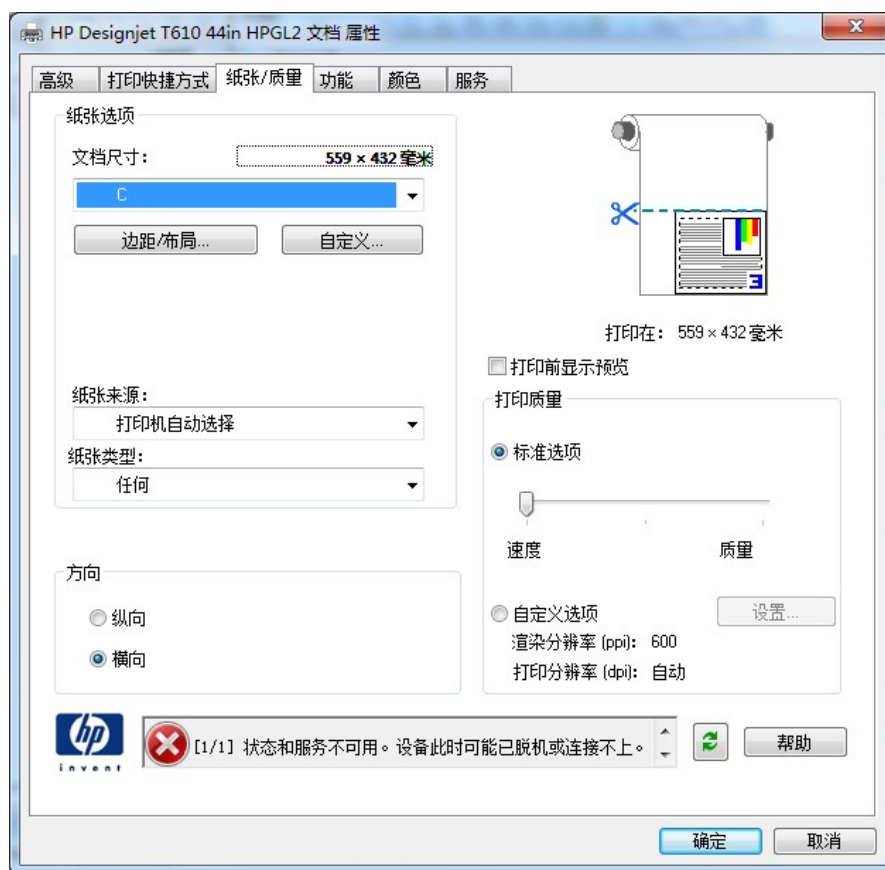

图 1-38 打印机设置
(1) **打印机**：选项组用于选择打印机。用户可在【名称】下拉列表中选择打印机名称。当用户选择打印机后，下面将显示打印机名称、状态、类型、位置及相关的说明信息。单击右侧的【属性】按钮，将弹出如图 1-38 所示的对话框，从中用户可以进行打印纸张大小、打印方向等各项设置。